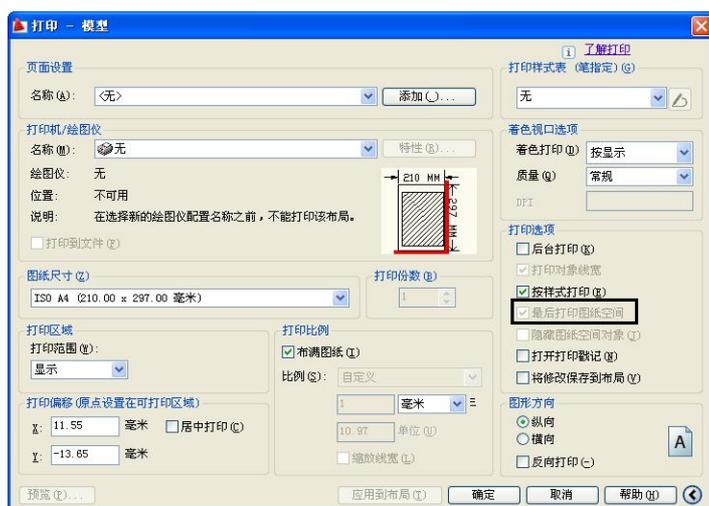

图 3-45 区域覆盖对象打印选项
(1) 如果使用多段线创建区域覆盖对象，则多段线必须闭合，只包括直线段且宽度为零。
(2) 可以在图纸空间的布局上创建区域覆盖对象，以便在模型空间中屏蔽对象。但是，必须在打印之前清除“打印”对话框“打印选项”选项组的“最后打印图纸空间”选项，以确保区域覆盖对象可以正常打印，如图 3-45 所示。